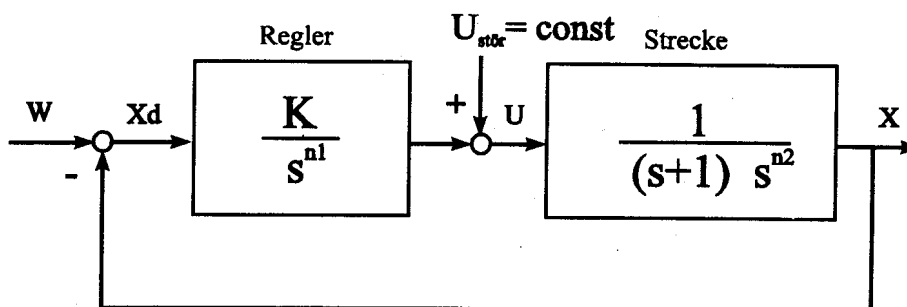

Abb. 3.1: Regelkreis mit verschiedenen Integrieren
- a) Für welche Werte  $n_1$  und  $n_2$  nach der folgenden Tabelle ist der Regelkreis in Abb. 3.1 für  $k > 0$  stationär genau und stabil? Beachten Sie, daß in Abb. 3.1 eine konstante Störgröße  $u_{\text{stör}} = \text{const}$  vorliegt. Bitte schreiben Sie in die folgende Tabelle jeweils **ja** oder **nein**. Die Antworten sind kurz zu begründen. Antworten ohne Begründung werden nicht anerkannt!